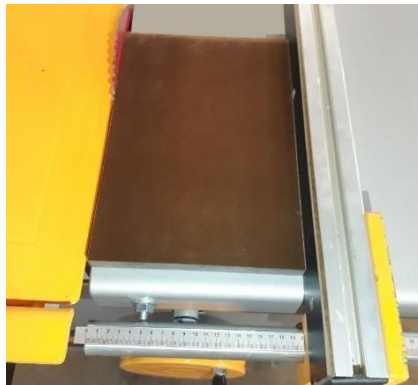

Figura 10 - Fixação da fita métrica no paralelo da mesa fixa
3. Coloque a peça cortada de 20 cm na face da serra, e, encoste o paralelo da mesa fixa nela, então, ajuste a fita métrica para a medida de 20 cm com a base do paralelo, conforme a **Figura 10**, abaixo: